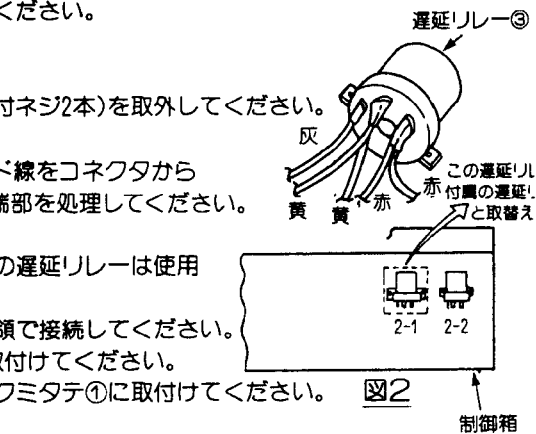

図2
- 2.5 図2のように左側の遅延リレー(取付ネジ2本)を外してください。この遅延リレーは使用しませんのでリード線を外してください。
- 2.6 付属の遅延リレー③を、2.5で外した箇所に取付け、配線を図2の要領で接続してください。